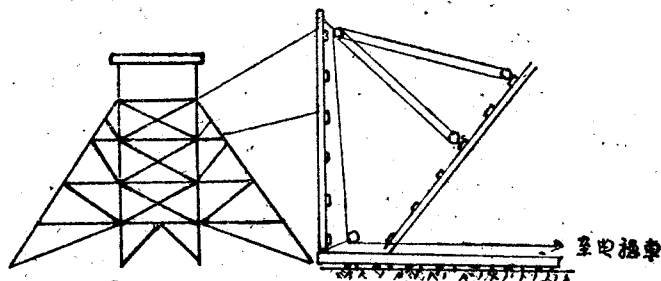

图 3
4. 起立第二大扇，可利用已立起来的第一扇当作抱杆 (图 3):